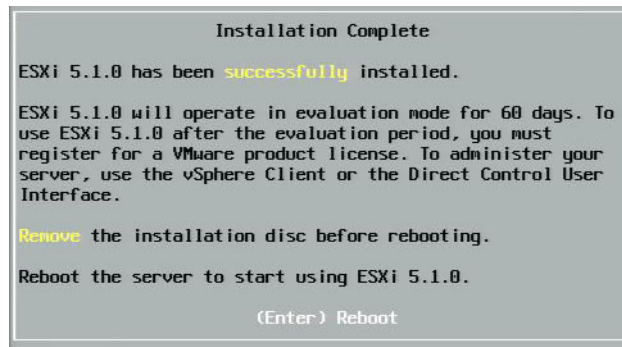

Ilustración 13-31. Instalación de ESXi completada
8. Cuando la instalación se haya realizado correctamente (Ilustración 13-31), presione INTRO para reiniciar.